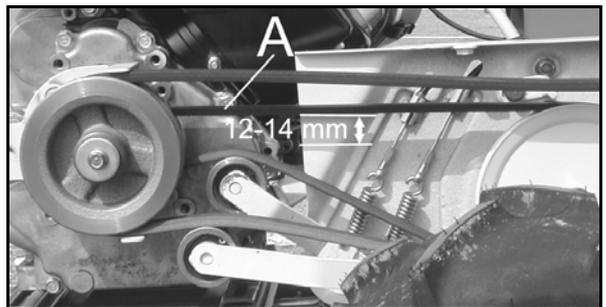

Figura 22
#### Registrazione cinghia trasmissione avanzamento (Figura 22)
- Premere la cinghia con il dito in posizione mediana tra le 2 pulegge (A, Figura 22): la cinghia deve flettere di circa 12 ~ 14 mm. In caso contrario, registrare la tensione della cinghia.